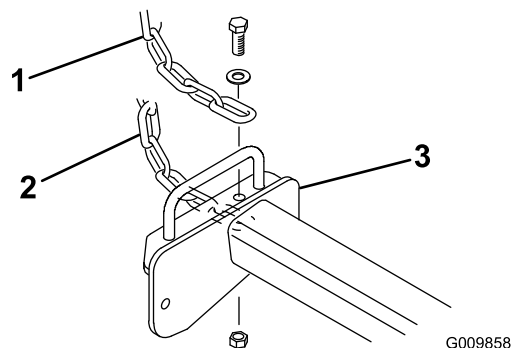

Figura 10
3. Fissate una catena del ribaltatore in alto sul telaio di ogni apparato di taglio da 27 pollici e in basso sul telaio di ogni apparato di taglio da 32 pollici con un bullone, una rondella e un dado di bloccaggio (Figura 10).